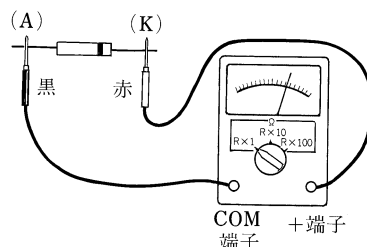

図 15 ダイオードの検査
- 回路計のテスト棒を、図15のようにさし込み、低抵抗の測定レンジにして、ダイオードの足に当てる。